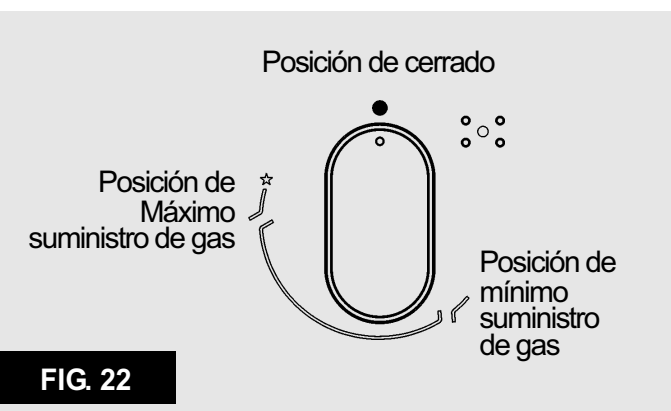

FIG. 22
Presione y haga girar en sentido contrario al de las agujas del reloj el botón giratorio correspondiente al quemador que desea utilizar hasta alcanzar la posición de Máximo (llama grande fig. 22). A continuación, presione el mando hasta el fondo.
En los quemadores dotados de termopar de seguridad, gire el botón giratorio correspondiente al quemador que desea utilizar en sentido contrario al de las agujas del reloj hasta la posición de Máximo (llama grande fig. 22) y presiónelo al advertir un tope. Una vez encendido el quemador, mantenga presionado el botón giratorio durante unos 10 segundos.
- Ponga el botón giratorio en la posición de Mínimo una vez alcanzado el punto de ebullición (llama pequeña fig. 22).
- **el encendido de los quemadores con termopares de seguridad solo puede efectuarse cuando el mando se encuentra en la posición de Máximo (fig. 22).**